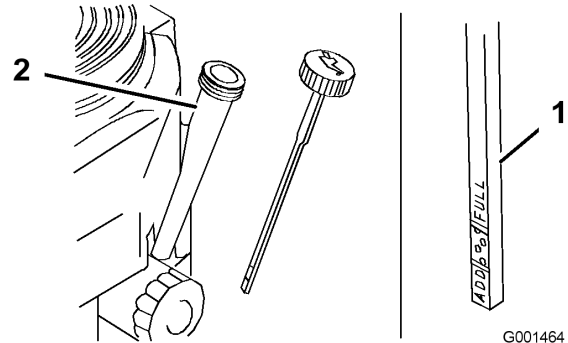

Figure 22
4. Nettoyez la surface autour de la jauge d'huile (Figure 22) pour éviter que des impuretés ne s'introduisent dans le goulot de remplissage, ce qui risquerait d'endommager le moteur.
5. Retirez la jauge d'huile et essuyez soigneusement son extrémité (Figure 22).
6. Remettez la jauge au fond du tube de remplissage, mais sans la visser (Figure 22).
9. Versez avec précaution environ 80% de la quantité d'huile spécifiée dans le goulot de remplissage (Figure 22)